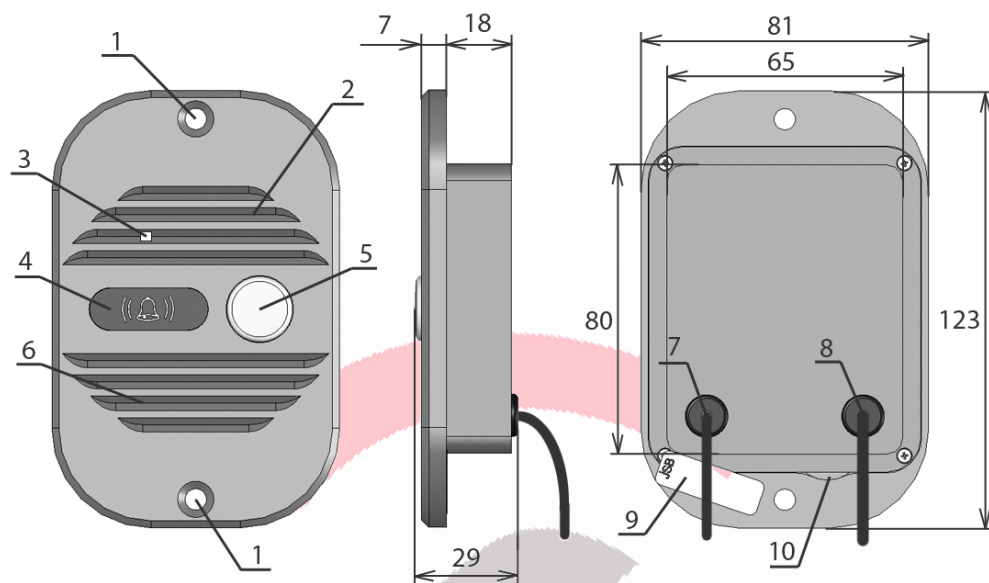

Рис. 1. Назначение основных узлов панели:
нели, через водосток (10 на рис. 1) и зазоры в задней крышке стекает влага, попавшая в вызывную панель. Герметизация задней крышки приводит к накоплению влаги внутри панели и выходу панели из строя!
6) Нажмите кнопку открывания замка на мониторе. Вызывная панель должна показать открывание замка зуммером (короткий писк или серия писков) и светодиодом (короткое мигание) за защитным фильтром ИК-подсветки (4 на рис. 1), замок должен открыться.